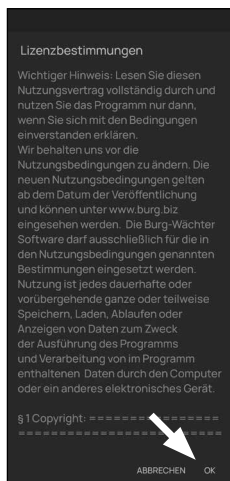

Fig. 2
- 2 Alla prima apertura dell'app vengono visualizzate le norme di licenza per l'utilizzo dell'app. Leggerle e confermare in basso a destra con "OK" (Fig. 2).